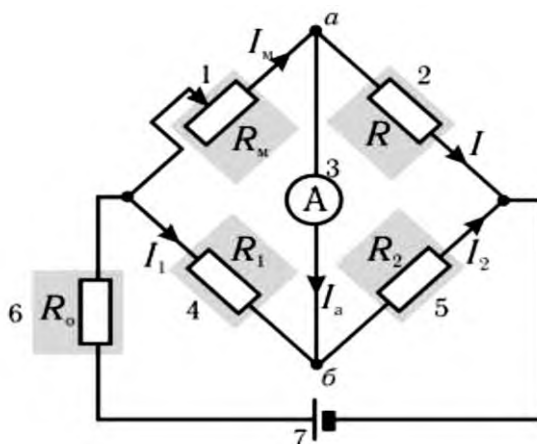
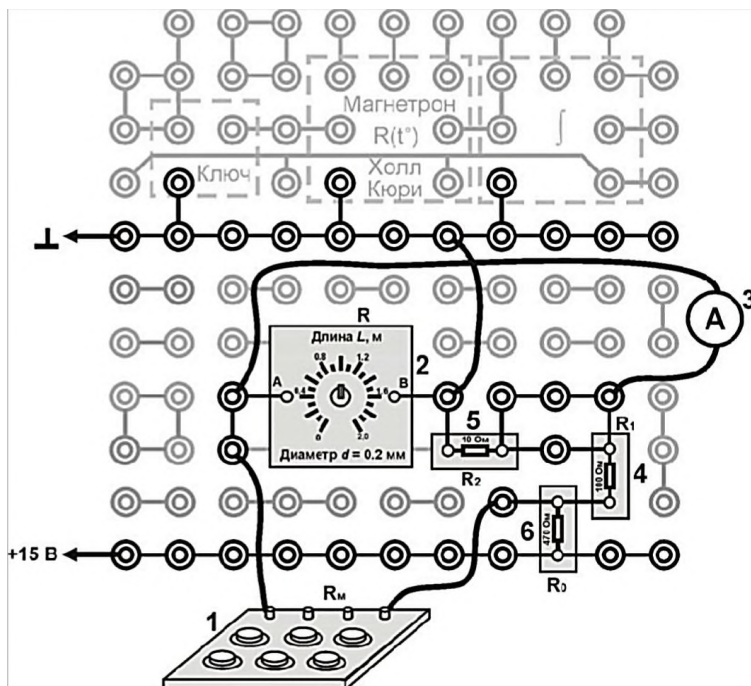

Рис. 2. Электрическая схема простейшего моста Уитстона:
Рис. 4. Монтажная схема: 1, 2, 3, 4, 5, 6 – см. рис. 2
Наиболее точным является метод измерений с помощью моста постоянного тока. Измерительные мосты – это высокоточные приборы, предназначенные для измерения электрических сопротивлений, емкостей, индуктивностей и других параметров методом уравновешенных мостовых цепей. На рис. 2 приведена схема простейшего моста Уитстона, который используется для измерения величин сопротивлений.
Электрическая схема моста Уитстона показана на рис. 2, монтажная - на рис. 4.
4. Соберите монтажную схему (см. рис.4) по схеме (см. рис.2).